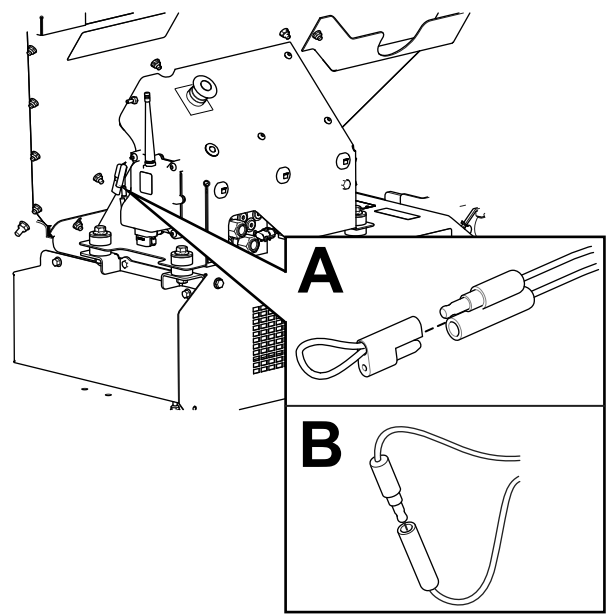

Рисунок 59
2. Снимите привязанную крышку с двух диагностических замыкающих разъемов (Рисунок 59, А).
3. Соедините диагностические замыкающие разъемы друг с другом (Рисунок 59, В).
2. Отсоедините диагностические замыкающие разъемы (Рисунок 59, В).
3. Наденьте привязанную крышку на 2 диагностических замыкающих разъема (Рисунок 59, А).